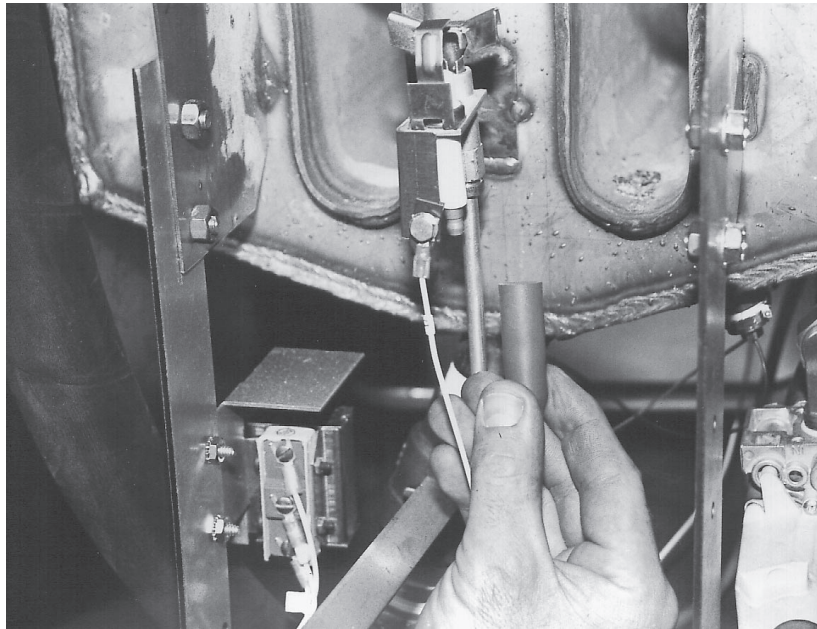

Fig. 90
11. Remove the ignitor boot. (Fig. 90)